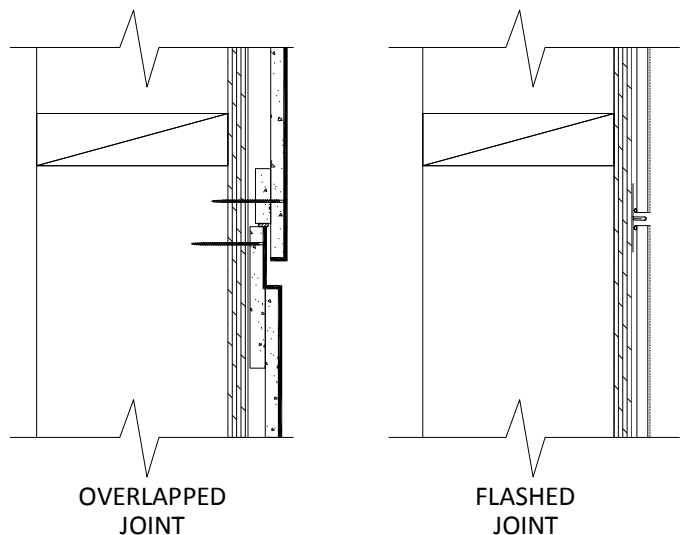

Fig. 8 - Juntas de Paneles Horizontales
- Una vez terminado con el primer nivel de instalación del panel, continúe con el segundo nivel. La instalación será igual que en el primer nivel. Se debe tener cuidado a medida que aumenta la altura de instalación, ya que los paneles son muy pesados. Si es necesario, se puede utilizar un equipamiento auxiliar para ayudar durante la instalación. Es responsabilidad del instalador determinar el uso adecuado y las conexiones de los paneles a dicho equipamiento. (Fullerton puede sugerir tipos y usos de equipo si se solicita) Asegúrese de dejar espacio para juntas horizontales a menos que se indique lo contrario. Vea fig. 8